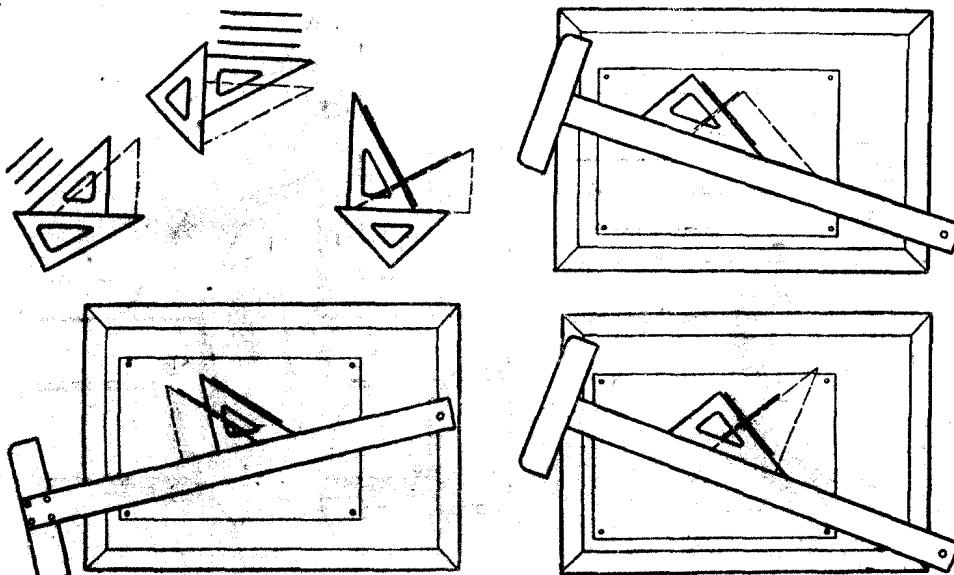

图 28 平行线与垂直线
**3. 平行线与垂直线** 作互相平行或垂直的一些线，其方法如图 28 所示。画一线与另一线垂直时，不得直接以三角板的一个直角边紧贴原有的线，而在另一个直角边上画垂直线。